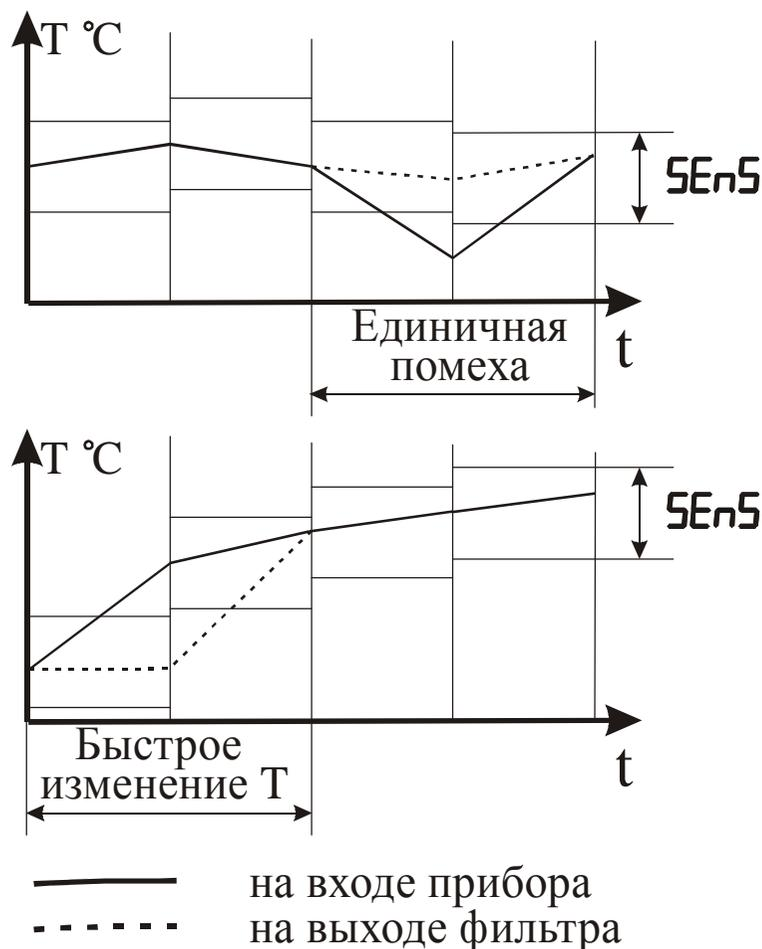

Рисунок 3.13 – Работа фильтра при воздействии случайной помехи и быстром изменении сигнала
3.3.3.7 С целью уменьшения влияния случайных импульсных помех на показания в прибор введена цифровая фильтрация. Работа фильтра описывается параметром “Полоса фильтра”. Если текущее значение температуры отличается от результатов предыдущего измерения на значение, которое превышает указанное в параметре “Полоса фильтра”, то проводится повторное измерение температуры, а на индикаторе остается старое значение (см. рисунок 3.13).